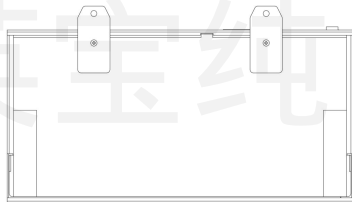

图 4.6 安装双固定片状态示意图
- 2) 将消毒机固定片上的螺钉取下并竖直向上拉固定片到顶部，重新打上螺钉，如图 4.6；